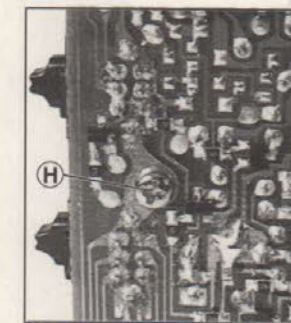

Fig.9
- Schraube (H) (Fig.9) heraus-schrauben.
- Undo screw (H) (Fig.9).